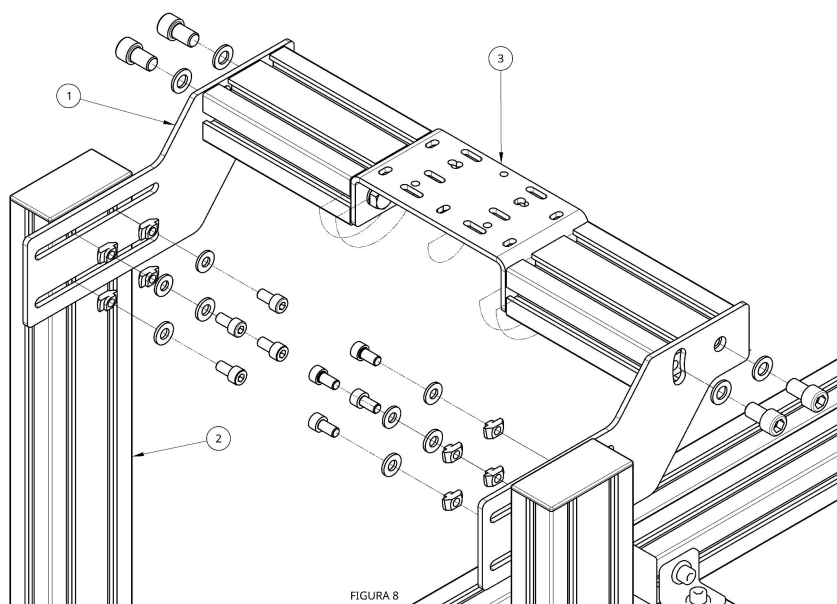

FIGURA 8
Posicione as laterais (1) entre as colunas verticais do cockpit (2) e a seguir a base do volante que foi montada anteriormente (3), conforme mostra a Figura 8.
Prenda essas partes, usando os parafusos conforme a Figura 8.